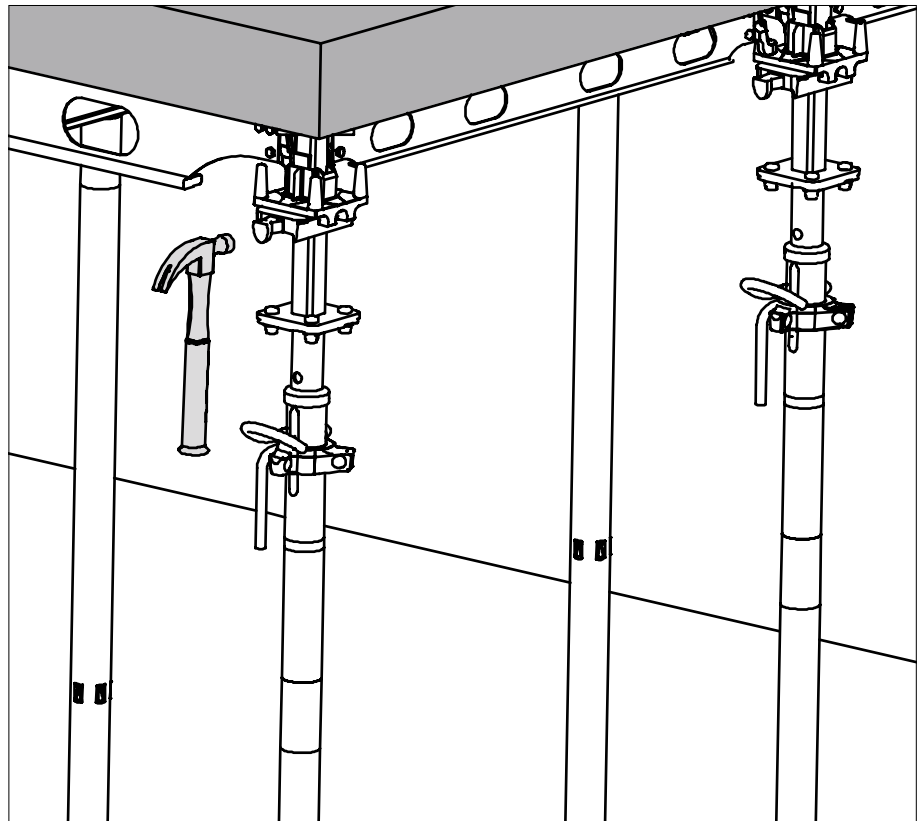

Fig. A11.01
1. Desencofre la cuña del cabezal de caída con un martillo. (Fig. A11.01)